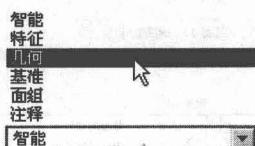

图 2-4
• 过滤器栏：位于主窗口的右下角，使用该栏相应选项，可以有目的地选择模型中的对象。利用该功能，可以在较复杂的模型中快速选择要操作的对象。单击其右侧的▼按钮，打开其下拉列表，显示当前模型可供选择的项目，如图2-4所示。